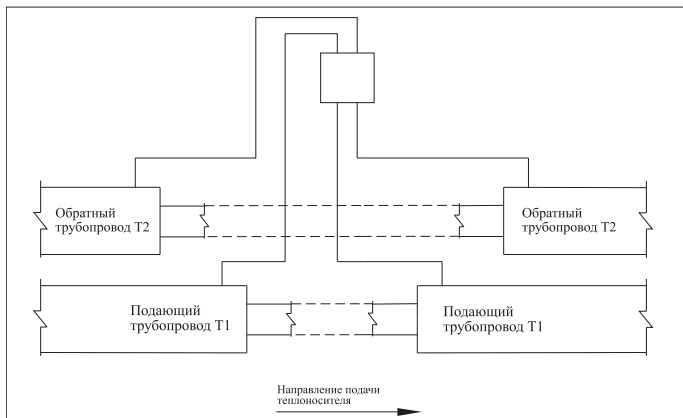

Рис. 5 Закольцовка одной четырехтрубной системы ОДК
2.3. Разъединение/закольцовка двух независимых двухтрубных систем ОДК, сходящихся с двух сторон в тепловой камере или другом объекте - **Рис. 5, 9.**
2.4. Соединение двух независимых двухтрубных систем ОДК, сходящихся с двух сторон в тепловой камере или другом подобном объекте - **Рис. 5, 10.**